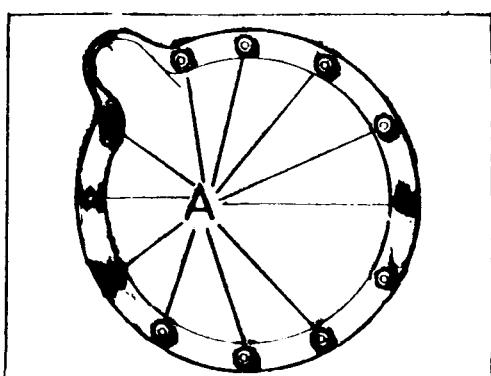

Fig. C-20 Tuercas de fijación del cárter de embrague
1.10. Retirar los elementos de fijación del cárter de embrague al del volante -- (Fig. C-20).